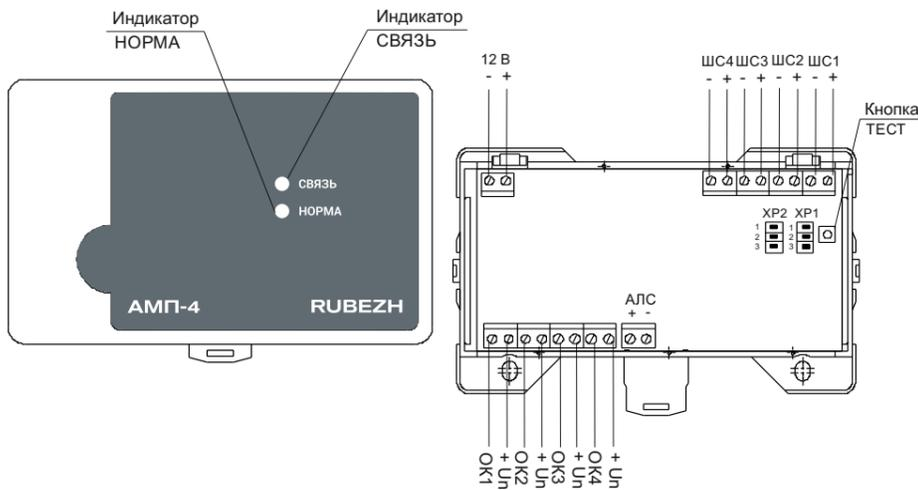

Рисунок 1
4.2 На плате адресной метки имеется кнопка ТЕСТ (рисунок 1). Кнопка предназначена для тестирования связи с прибором, а также для определения адреса устройства в АЛС и задания нового.
Защитный сброс ИП представляет собой кратковременное обесточивание шлейфа на 3 с и последующий контроль срабатывания ИП через 15 с после запитывания шлейфа. Возможно выключение функции защитного сброса перестановкой перемычек на контакты 2 и 3 разъемов ХР1, ХР2 (рисунок 1).
На контакты 2 и 3 разъемов ХР1, ХР2 (рисунок 1) должны быть установлены перемычки.
6.2 Конфигурирование адресной метки можно осуществлять, не отключая АМП-4 от АЛС. Для этого нужно выбрать пункт «конфигурация» => «сервис» => «адресация устройств» и нажать кнопку на адресной метке (рисунок 1). На экране прибора высветится начальный адрес АМП-4.